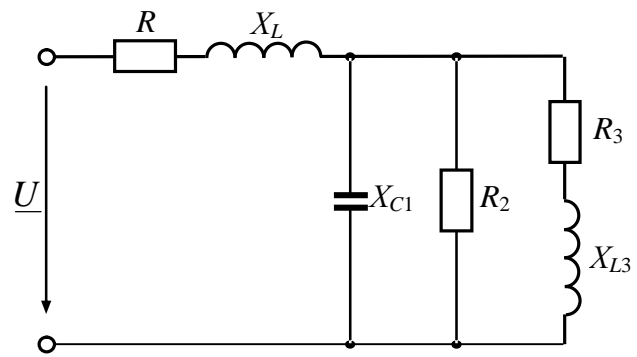

Рис. 3.25
**3.140.** Визначити загальний струм і струми у вітках, активну, реактивну і повну потужності, а також коефіцієнт потужності електричного кола змінного струму (рис. 3.25), якщо напруга джерела